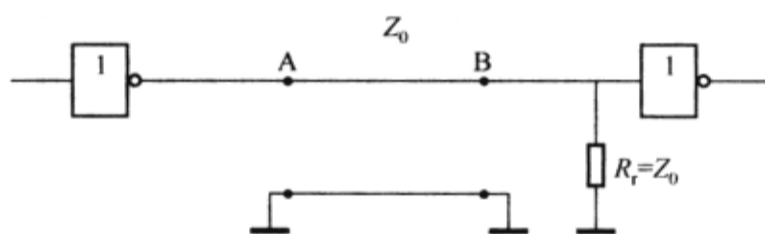

图 3-3-9 单电阻并行端接
(1) 单电阻并行端接：这种端接方式是靠近终端负载使用一个并联的接地电阻，如图 3-3-9 所示。